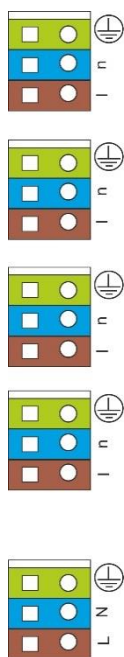

Figure 17
1. Enlever les obturateurs des passe-câbles correspondants (voir figure 17).